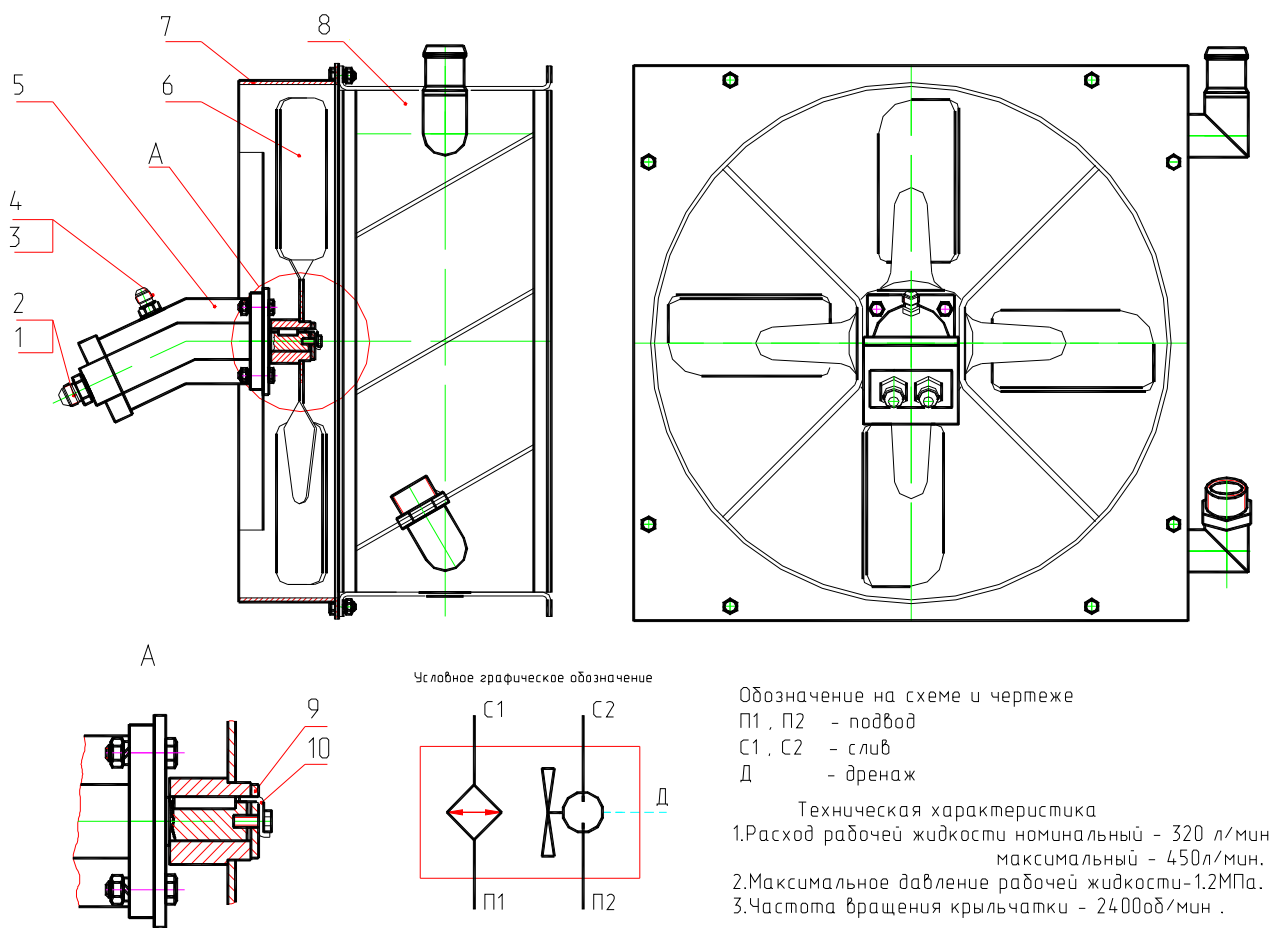

Рис. 55 Маслоохладительная установка
17. МАСЛООХЛАДИТЕЛЬНАЯ УСТАНОВКА (рис. 55)